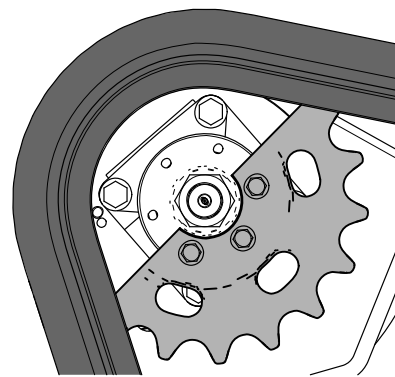

Figura 63
11. Deplasai maneta de traciune în față până când cealaltă jumătate a pinionului de antrenare se decuplează de enilă (Figura 63).